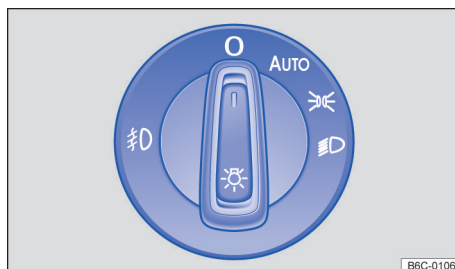

Fig. 71 Al lado del volante: interruptor de luces (una variante).
- **Encender el faro antiniebla** : Tire del conmutador de las luces hacia afuera y gire a la izquierda → fig. 71. La luz de control  se enciende en el conmutador en color verde.